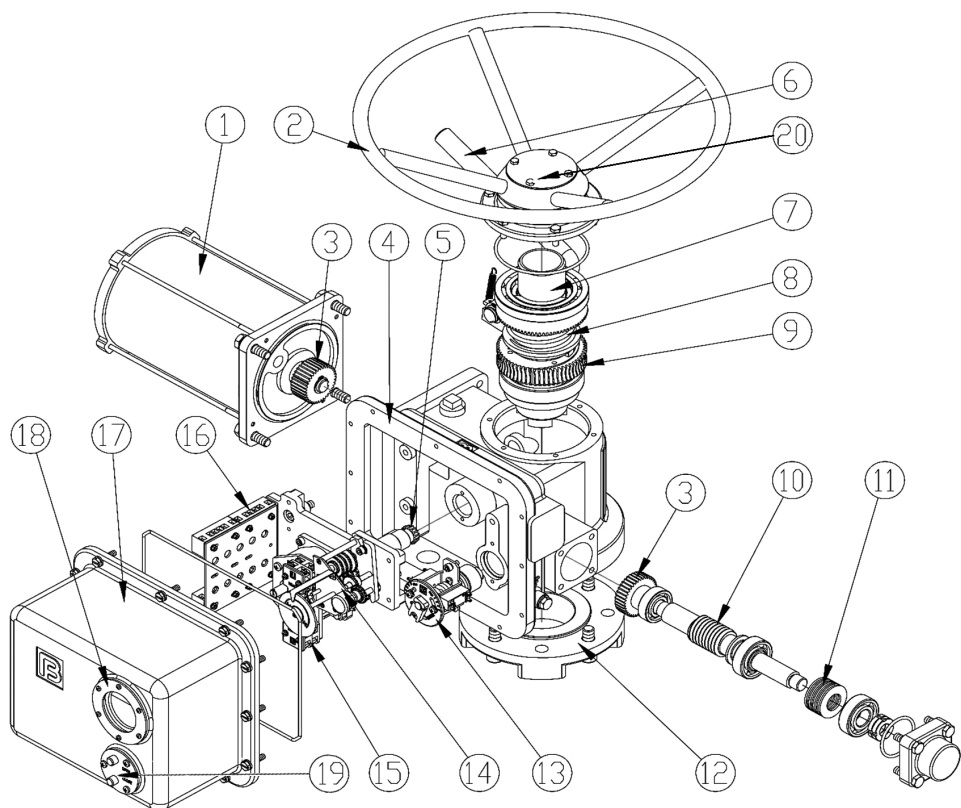
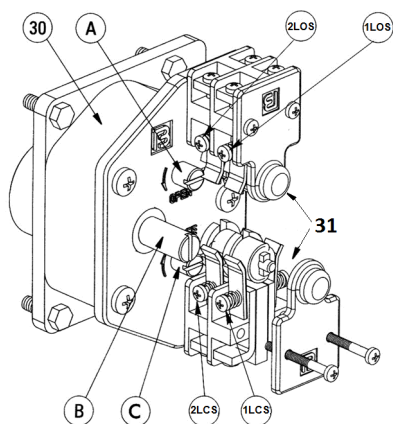

Рис.1 Электроприводы серии ГЗ-А, ГЗ-Б
Рис. 2 Ограничитель хода выходного вала
2.1 Электроприводы серии ГЗ-А, ГЗ-Б (рис. 1)
Ограничитель хода выходного вала состоит из редуктора 30 (рис. 2) и роторного механизма микровыключателей.
Двухсторонняя муфта ограничения крутящего момента (13) (рис. 1) состоит из червячного вала (10), сбалансированного по осевым перемещениям тарельчатыми пружинами (11) и ограничителя крутящего момента с пластиной С (рис 3).
Индикатор положения затвора арматуры (15) (рис. 1) состоит из набора установочных шестерен, омического датчика (опционально) (40), регулируемых дисков с указателем положения затвора (47, 48). На стержне (42) имеется 4 зубчатых зацепления, позволяющих фиксировать шестерню (43), для трехступенчатой индикации положения затвора арматуры.
Вращение от электродвигателя (1) (рис. 1) через прямозубую цилиндрическую шестерню (3) передаётся на червячный редуктор (9, 10), который обеспечивает вращательное движение выходного вала (7) и через кулачковую муфту преобразуется в поступательное движение штока затвора арматуры.
Ограничитель хода выходного вала (рис. 2) через переходной вал (5) (рис. 1) механически связан с выходным валом электропривода. После надлежащей настройки ограничитель хода выходного вала соответствует определенным положениям затвора. При достижении затвором арматуры этих положений срабатывают соответствующие микровыключатели, отключая электропитание электродвигателя.
Индикатор положения затвора арматуры (15) (рис. 1) механически связан с валом ограничителя хода выходного вала. После надлежащей настройки указания индикатора соответствуют определенным положениям затвора арматуры независимо от режима работы электропривода – ручного или электрического.